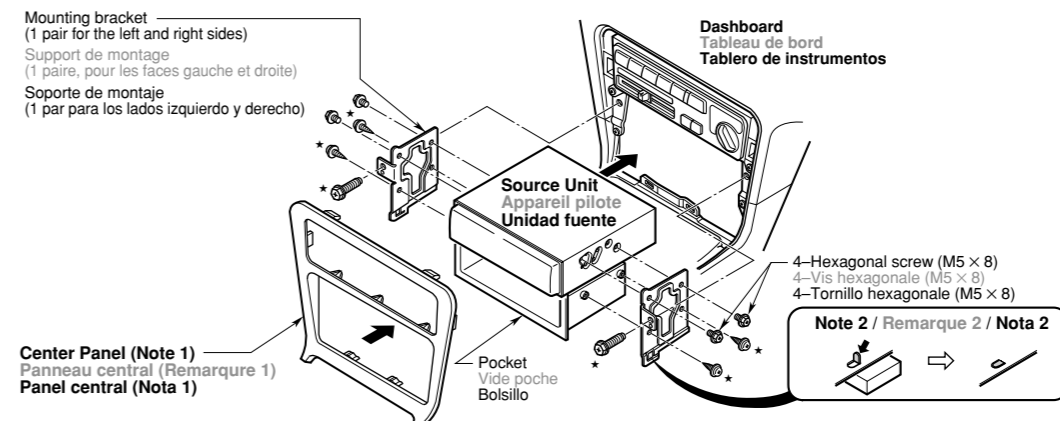

Figure 9 / Figure 9 / Figura 9
This unit is designed for fixed installation in the dashboard. If the vehicle is equipped with a factory-installed radio, install the source unit with the parts and screws marked (*). (Figure 9)
- Secure the mounting brackets to the chassis as shown in Figure 9. When the source unit is installed without the universal mounting bracket, holes exist; modification, such as drilling new holes, of the mounting brackets may be required for other models.
L'appareil est conçu pour une installation fixe dans le tableau de bord. Si le véhicule est équipé d'une radio installée en usine, installer le module source avec les pièces et les vis marquées d'un astérisque (*). (Figure 9)
- Fixer les pattes de montage sur la carrosserie comme indiqué à la Figure 9. Pour installer le module source sans patte de montage universel, les orifices existent déjà; pour les autres modèles, il faudra peut-être modifier les pattes de montage (par exemple percer de nouveaux orifices).